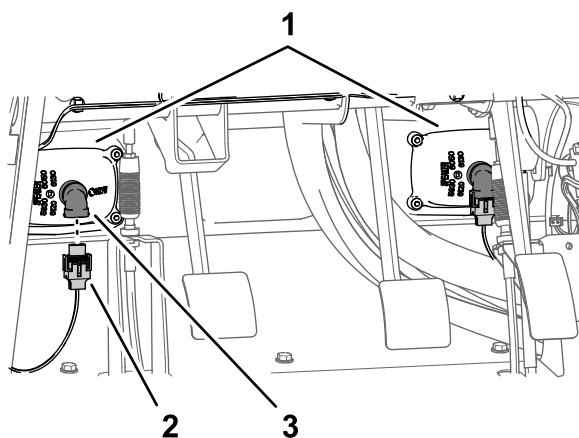

図 215
クタに接続する図 215。
1. 内側フェンダシュラウドを、左上および左下のフレームチューブに合わせる図 215。